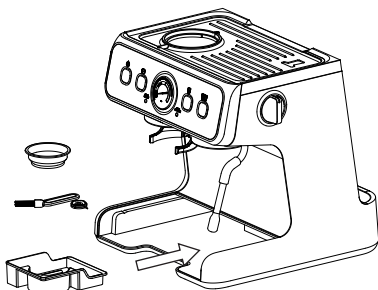

Fig. 8
La macchina è dotata di una cassetta degli attrezzi (15) destinata a contenere gli spilli e le spazzole per la pulizia. Nella cassetta degli attrezzi è possibile riporre anche i filtri per tazza singola e doppia. La cassetta degli attrezzi si trova nella parte inferiore sinistra dell'apparecchio, dove può essere estratta quando si rimuove il vassoio di sgocciolamento dalla macchina (Fig. 8).